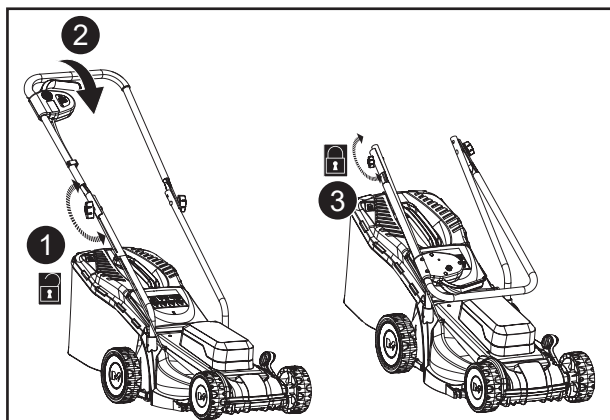

Fig. 17
1. Éteindre le produit et retirer la batterie (19) avant le remisage.
3. Plier le guidon lors du rangement du produit pour gagner de la place (Fig. 17, étapes 1, 2, 3).